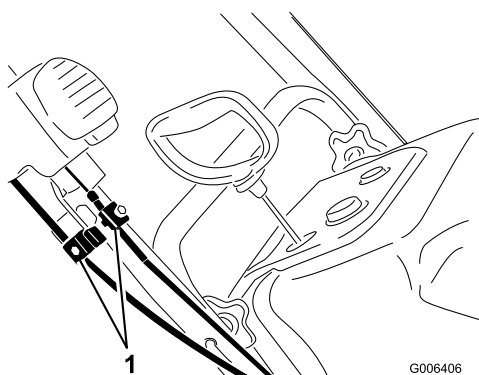

Bild 39
1. Lösen Sie die zwei Quick Shoot Bowdenzugklemmen (Bild 39).